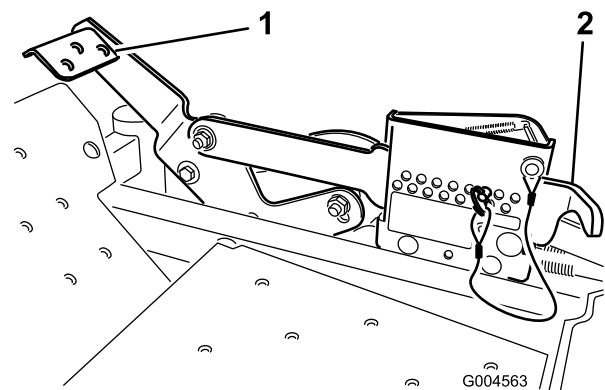

Figura 17
2. Presione la palanca de elevación asistida mientras tira hacia arriba de la palanca de ajuste de la altura de corte (Figura 17).